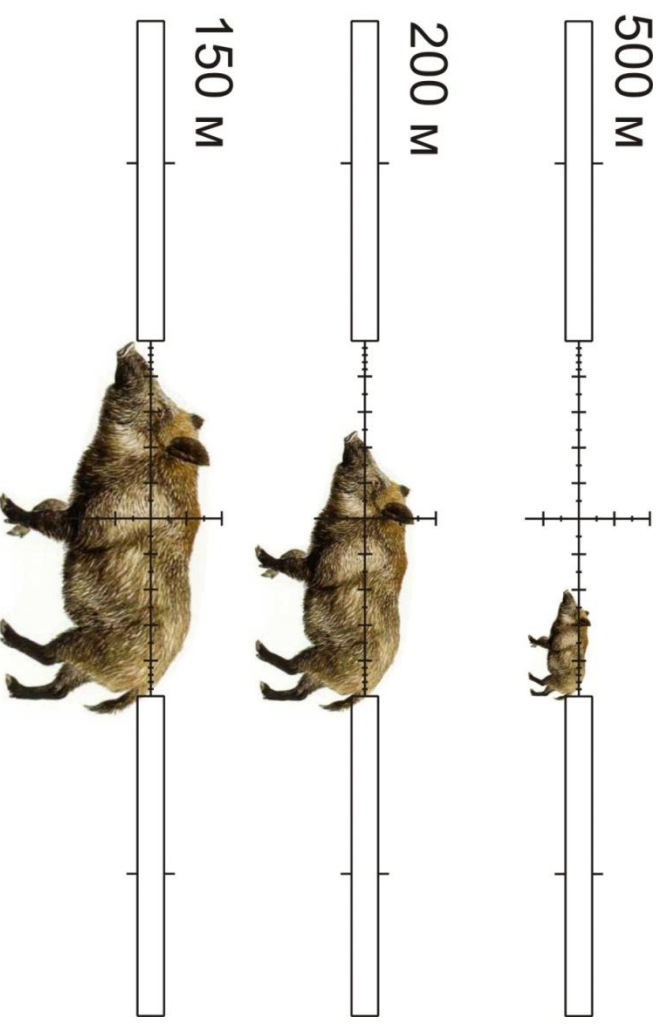

Рисунок 34 – Определение расстояния до цели по сетке «Mil-Dot»
- 2) Поместите перекрестье прицела так, чтобы одна сторона цели по высоте оказалась на риске «Mil-Dot» (см. рис. 34).